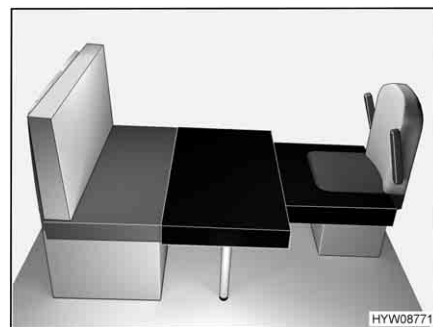

Fig. 75 Dopo la trasformazione
- Posizionare il cuscino aggiuntivo rettangolare davanti al cuscino del sedile del divano, sul tavolo, come illustrato nella Fig. 75.